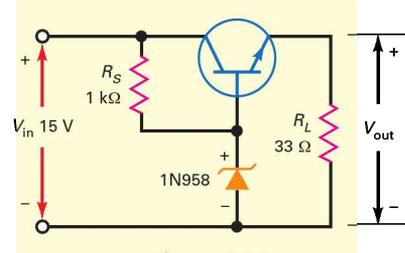

Figure 9.33
9.24 D'après la figure 9.33, le transistor a un gain en courant égal à 150 . Si la tension Zener de la diode 1N958 est $7,5 \text{ V}$, que vaut la tension de sortie ? Le courant Zener ?
9.25 Si la tension d'entrée de la figure 9.33 passe à 25 V , que vaut la tension de sortie ? Le courant Zener ?
- 9.33** D'après la figure 9.33, quelle est la puissance dissipée par le transistor si son gain en courant est 100 et la tension Zener 7,5 V ?
- 9.37** À la figure 9.33, quelle serait la tension de sortie si la diode Zener était coupée ? (Avec $\beta_{DC} = 200$).
- 9.38** À la figure 9.33, si l'on court-circuite la charge de 33 Ω , que devient la puissance dissipée du transistor ? (Avec $\beta_{DC} = 100$).